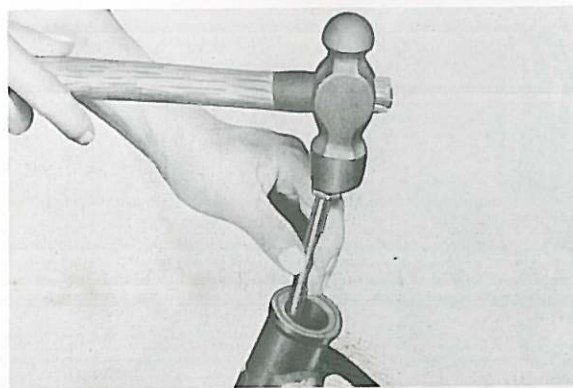

Fig. 5-7-7
1. Remove races from head pipe using drift punch and hammer as shown. Work the race out gradually by tapping lightly around its complete diameter. (Fig. 5-7-7)
1. Pour enlever les cuvettes restées dans la tête de fourche, utiliser une longue broche et un marteau comme indiqué sur la figure. Déloger graduellement la cuvette en tapant légèrement sur tout son pourtour. (Fig. 5-7-7)
1. Kugellaufringe wie gezeigt aus dem Lenkerkopfrohr entfernen; dazu einen Dorn und einen Hammer verwenden. Auflagepunkt des Dorns am Umfang verändern und mit dem Hammer leicht dagegen schlagen. (Fig. 5-7-7)